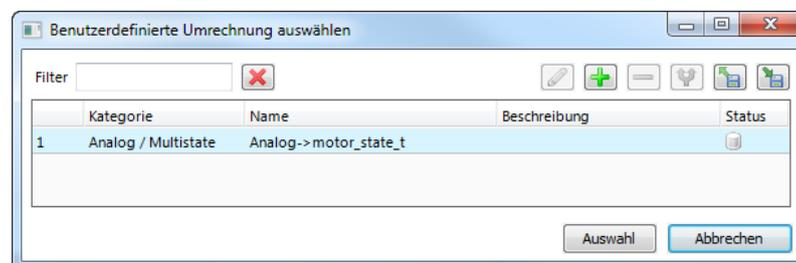

Abbildung 16: Auswahl einer benutzerdefinierten Umrechnung.
3. Um eine neue Umrechnung für diesen Eintrag zu definieren, klicken Sie auf den Knopf . Ein Dialog öffnet sich, der die passenden Umrechnungen, die bereits in der Bibliothek existieren, anzeigt (siehe Abbildung 16).